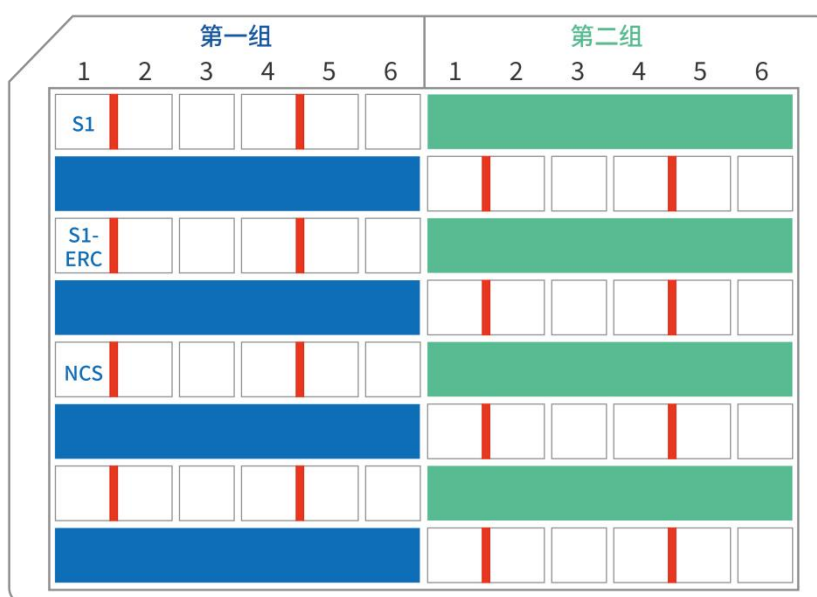

图 2. 深孔板架上预封装条排布图
(3) 每个预封装条的 1 号孔 (见图 2) /预封装板的第 1 列或第 7 列 (见图 3) 加入上述 20 μL 助沉剂预混液。
- 如图 2 所示, 深孔板架上预封装条的排布情况应为: 深孔板架的左上角为切角, 红色标注处为限位器的位置, 数字 1-6 为预封装条孔壁上的序号。
(1) 将离心后待测样品的全部上清加入预封装条的 1 号孔 (见图 2) /预封装板的第 1 列或第 7 列孔 (见图 3)。
(2) 将加好样的预封装条及其板架/预封装板平移到仪器内部。